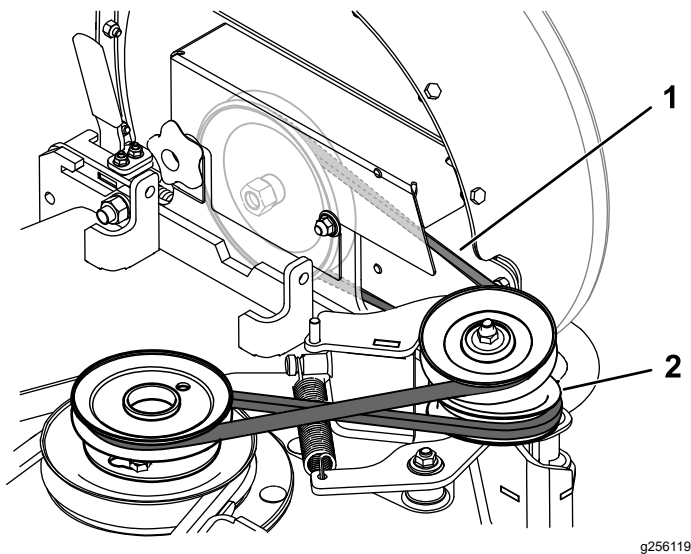

Bild 28
6. Ziehen Sie an der gefederten Spannscheibe, um die Riemenspannung zu lösen (Bild 28).